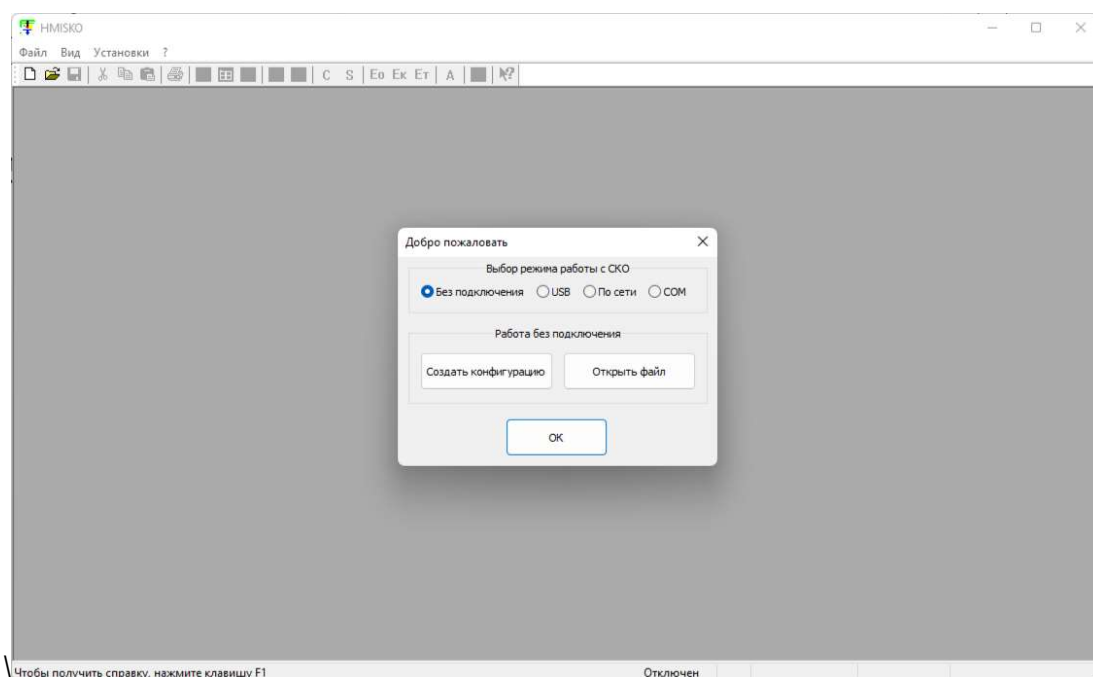
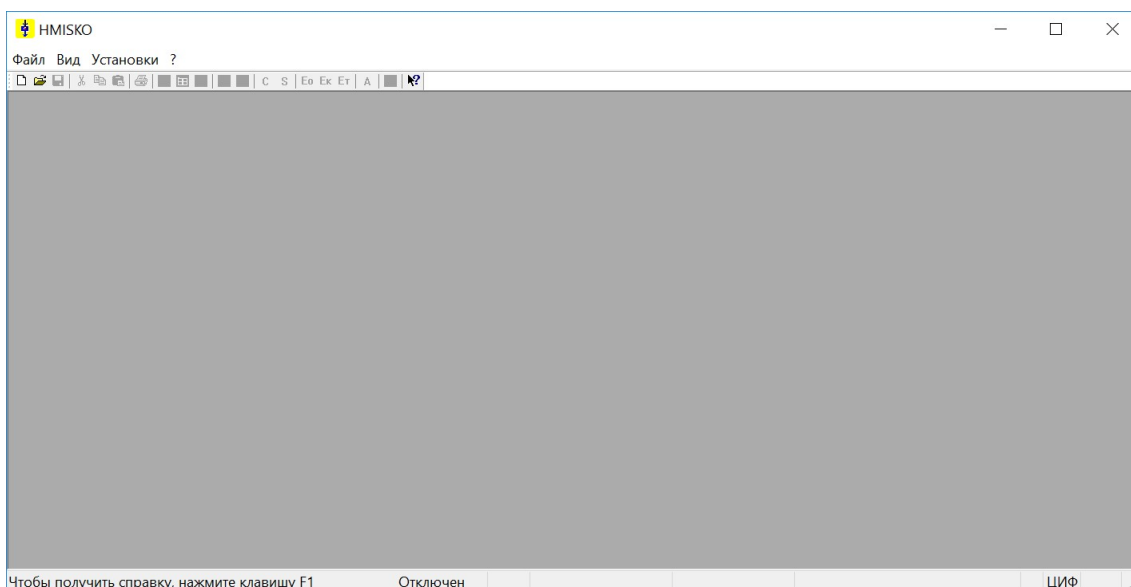

Рис. 9.49 Диалоговое окно «Добро пожаловать»
Рис. 9.52 Главное окно приложения
После запуска приложения откроется окно, изображённое на Рис. 9.49.
Для переключения интерфейса на другой язык закройте окно «Добро пожаловать» Рис. 9.49. Основное окно приложения изменит строку главного меню Рис. 9.52.
- В стартовом диалоговом окне «Добро пожаловать» Рис. 9.49, выберите режим работы с ПКУС СКО «Без подключения» и в секции «Работа без подключения» нажмите кнопку «Создать конфигурацию».